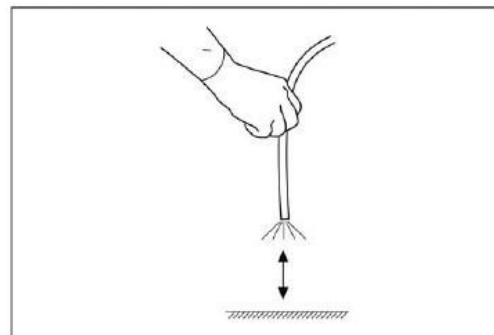

Fig. 3.6
3. Aponte a extremidade distal do endoscópio para um objeto adequado, e distancie entre 1cm e 6cm do objeto. Confirme se o brilho da imagem na tela é mantido. (Fig. 3.6)